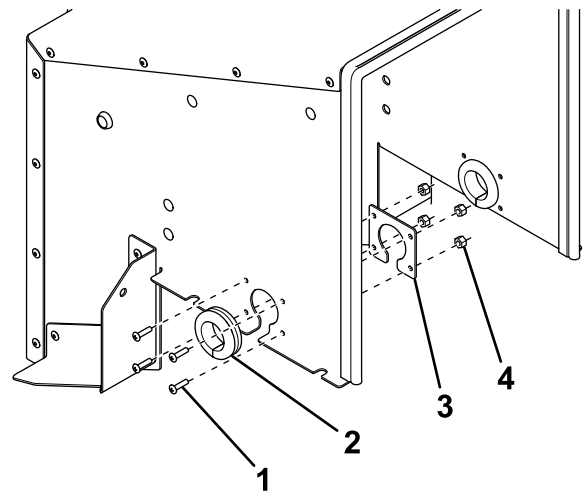

Figure 14
2. Fixez la plaque passe-câble à l'intérieur du capot arrière à l'aide de 4 boulons (n° 10 x 3/4 po) et écrous en nylon (Figure 14).
3. Insérez le passe-câble en caoutchouc dans l'ouverture de la plaque passe-câble (Figure 14).